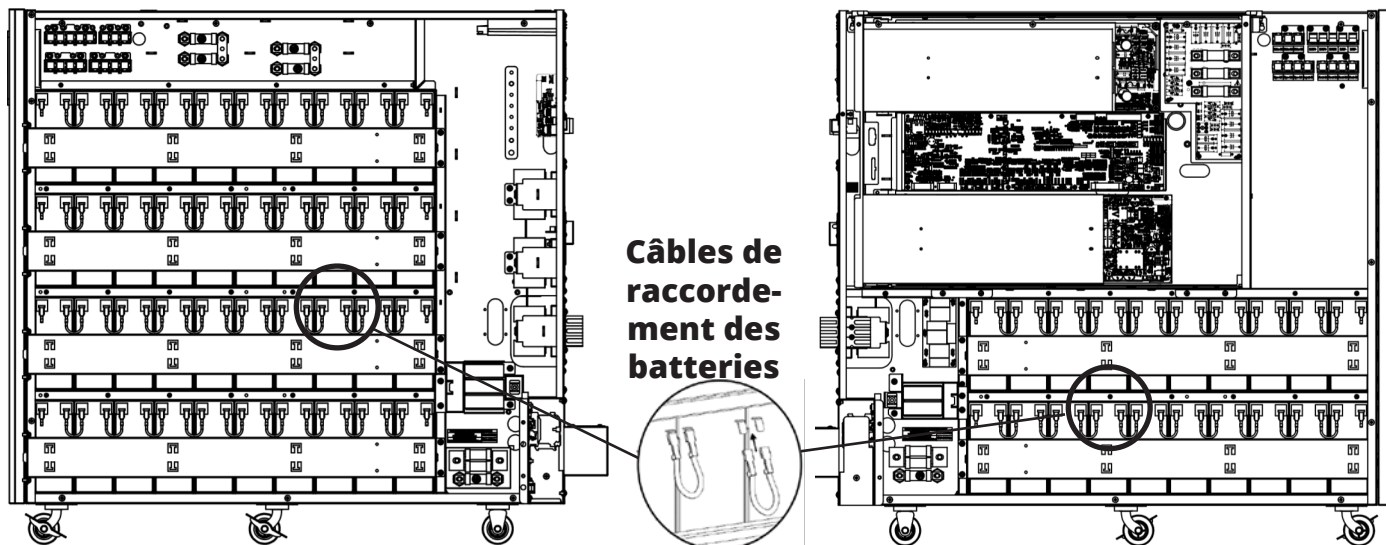

Figure 3-13 : connecter les câbles de raccordement des batteries
8. Connecter les câbles de raccordement des batteries des deux côtés de l'onduleur (Figure 3-13).